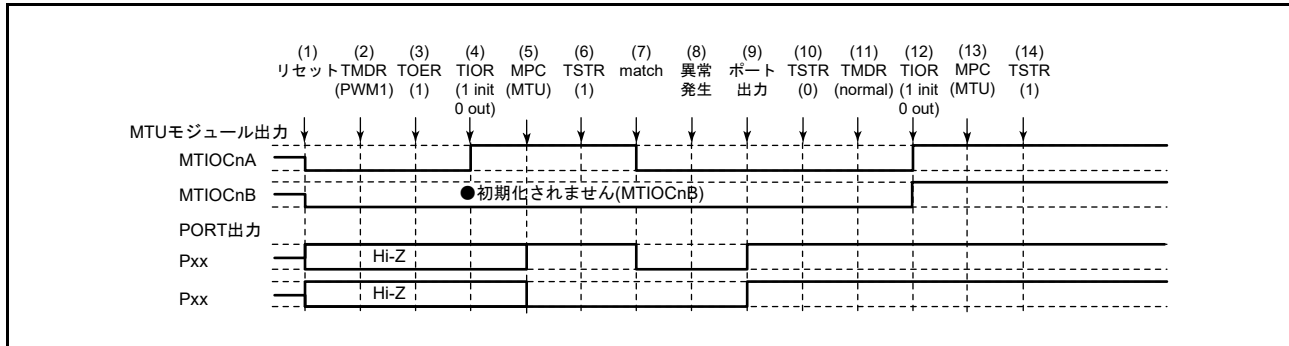

図 20.160 PWM モード1で異常が発生し、ノーマルモードで復帰する場合
PWM モード1で異常が発生し、再設定後ノーマルモードで再スタートする場合の説明図を図 20.160 に示します。
(1) ~ (10) は図 20.160 と共通です。
(11) PWM モード 1 で再スタートする場合には必要ありません。
(12) TIOR レジスタで端子を初期化してください (PWM モード 1 では MTIOCnB (MTIOCnD) 端子に波形が出力されません。出力すべきレベルがある場合は、I/O ポートのポート方向レジスタ (PDR)、ポート出力データレジスタ (PODR) で汎用出力ポートの設定をしてください)。
(13) MPC と I/O ポートのポートモードレジスタ (PMR) で MTU 出力としてください。
(14) TSTRA (TSTRB) レジスタで再スタートします。
(11) PWM モード 2 を設定します。
(12) TIOR レジスタで端子を初期化してください (PWM モード 2 では周期レジスタに使用した TGR レジスタに対応する端子に波形が出力されません。出力すべきレベルがある場合は、I/O ポートのポート方向レジスタ (PDR)、ポート出力データレジスタ (PODR) で汎用出力ポートの設定をしてください)。
(14) TSTRA レジスタで再スタートします。
(11) 位相計数モードを設定します。
(12) TIOR レジスタで端子を初期化してください。
(14) TSTR レジスタで再スタートします。
- (11) 波形生成部の初期化のためノーマルモードを設定してください。
- (12) TIOR レジスタで PWM モード 1 の波形生成部を初期化してください。
- (13) TIOR レジスタで PWM モード 1 の波形生成部の動作を禁止してください
- (14) TOERA (TOERB) レジスタで MTU3、MTU4 (MTU6, MTU7) の出力を禁止してください。
- (15) TOCR1A、TOCR2A (TOCR1B, TOCR2B) レジスタで相補 PWM の出力レベルと周期出力の許可 / 禁止を選択してください。
- (16) 相補 PWM を設定します。
- (17) TOERA (TOERB) レジスタで MTU3、MTU4 (MTU6, MTU7) の出力を許可してください。
- (18) MPC と I/O ポートのポートモードレジスタ (PMR) で MTU 出力としてください。
- (19) TSTRA (TSTRB) レジスタで再スタートします。